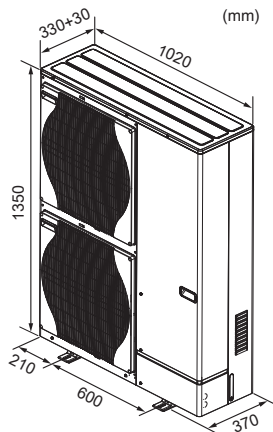

Fig. 2-2
2.2. Külső méretek (Kültéri egység) (Fig. 2-2)